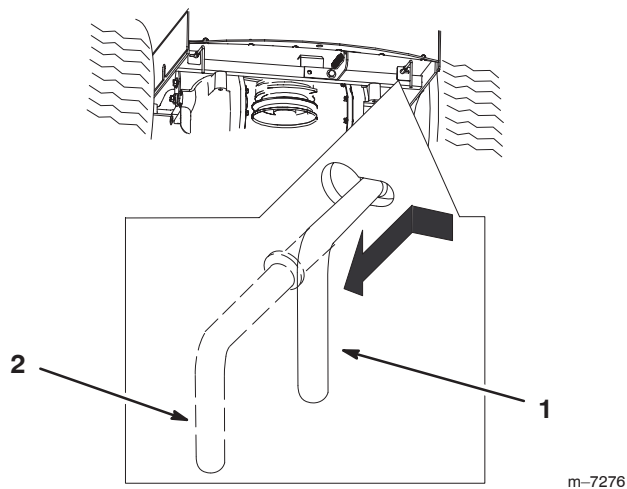

Figure 13
3. Déplacez les deux leviers de dérivation vers l'intérieur et poussez-les jusqu'à ce que la rondelle de la tige passe dans la fente (Fig. 13).
4. Poussez les leviers vers l'extérieur pour les bloquer en position (Fig. 13).
Déplacez chacun des leviers de dérivation vers l'intérieur et tirez-les complètement par la fente (Fig. 13).